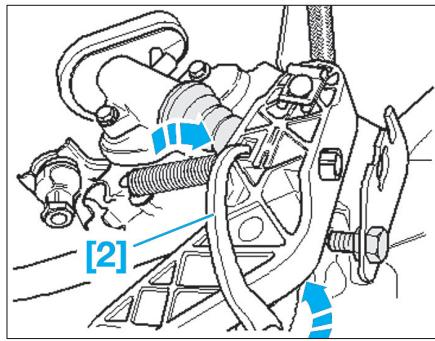

Fig. 11
- [2]. Pince à dégrafer réf VW : T10005 (Fig.11)
- placer la pince [2] dans la zone de l'évidement pour la pièce de logement de la tige de poussée (Fig.11),